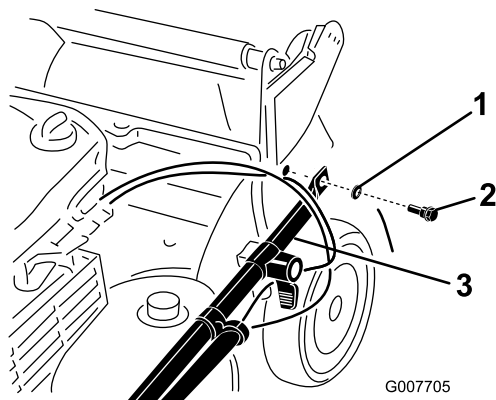

Figura 3
2. Collegate le estremità della stegola al sottoscoeca utilizzando 2 rondelle e 2 bulloni di fissaggio (Figura 3), **ma non serrate i bulloni di fissaggio.**